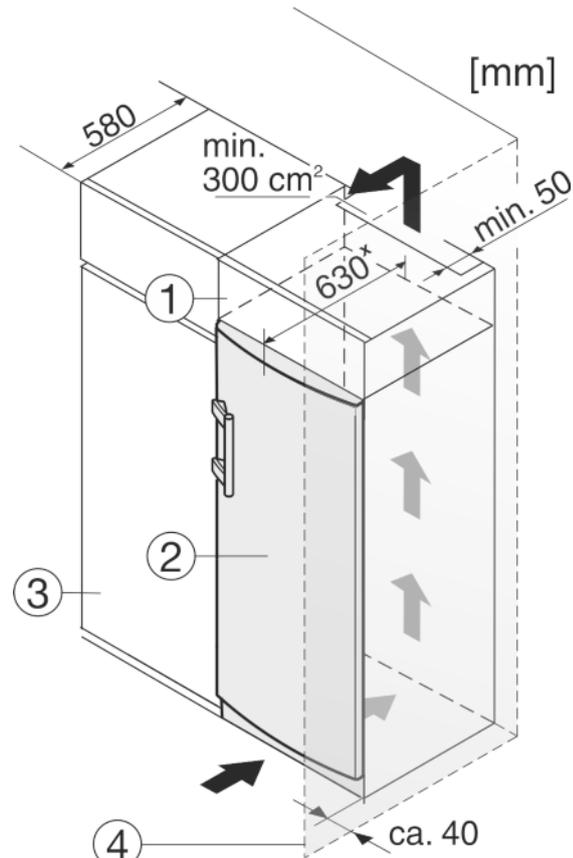

Fig. 10
Zariadenie môže byť zabudované medzi kuchynskými skriňami. Aby sa zariadenie Fig. 10 (2) prispôbilo výške kuchynskej linky, môže sa nad zariadením umiestniť nadstavná skrinka Fig. 10 (1).
Pri vstavaní s kuchynskými skriňami (hĺbka max. 580 mm) je možné zariadenie inštalovať priamo vedľa kuchynskej skrine Fig. 10 (3). Zariadenie vyčnieva nabok 34 mm × a v strede zariadenia 50 mm × oproti prednej časti kuchynskej skrine.
Ak je zariadenie umiestnené so zavesením vedľa steny Fig. 10 (4), musí vzdialenosť medzi zariadením a stenou činiť minimálne 40 mm. To zodpovedá presahu držadla pri otvorených dverách.